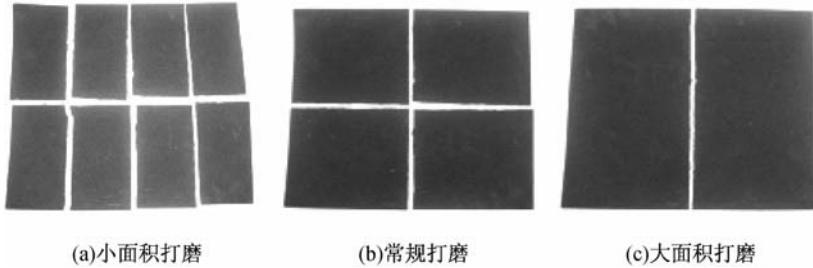

图8-29 水磨砂纸裁剪法
(1)小面积打磨。小面积打磨时,将水磨砂纸长边对折2次,短边对折1次,裁成 $1/8$ 大小,规格约为 $11.5\text{ cm} \times 7\text{ cm}$ ,如图8-29(a)所示。这种尺寸的水磨砂纸配合打磨垫适合小面积打磨及涂面局部流痕处的磨平。
(2)常规打磨。常规打磨时,将水磨砂纸竖横各对折1次,裁成 $1/4$ 大小,规格约为 $11.5\text{ cm} \times 14\text{ cm}$ ,如图8-29(b)所示。这种尺寸的水磨砂纸大小适中,适合手握操作,方便灵活,是修理时最常用的。打磨时将水磨砂纸包在小垫块上,约 $1/2$ 面积为打磨面。
(3)大面积打磨。大面积打磨时,将水磨砂纸长边对折1次,裁成 $1/2$ 大小,规格约为 $14\text{ cm} \times 23\text{ cm}$ (这是根据打磨垫的规格裁剪的,如果自制的打磨垫较长,也可以沿短边对折),如图8-29(c)所示。一般打磨前把砂纸固定在标准打磨垫上,对于较大平面上的缺陷有较好的平整作用。